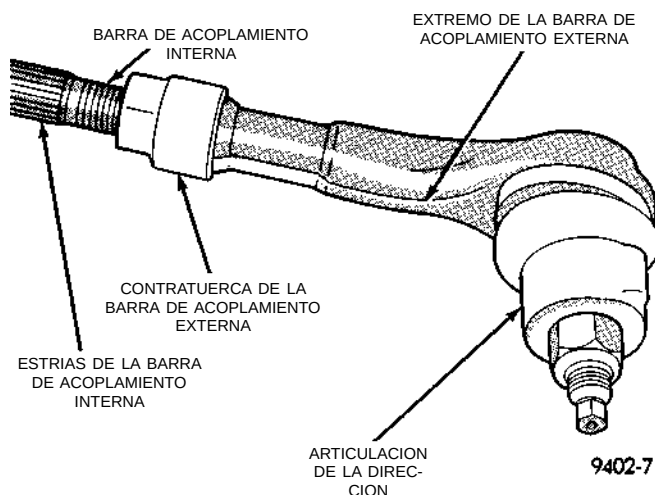
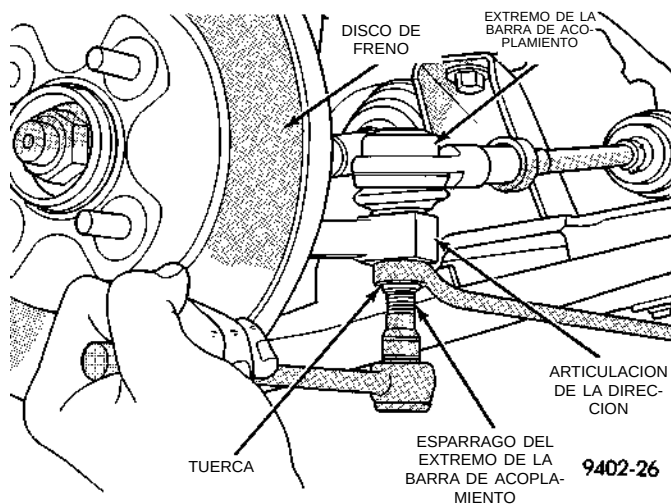
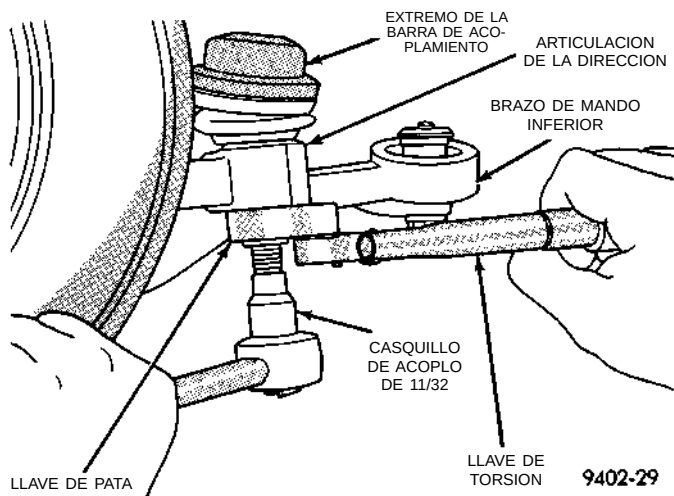

Fig. 19 Barra de acoplamiento externa
Fig. 20 Desmontaje/instalación de la tuerca del extremo de la barra de acoplamiento
Fig. 22 Torsión de la tuerca de fijación del extremo de la barra de acoplamiento
(1) Afloje la contratuerca de la barra de acoplamiento externa a la barra de acoplamiento interna (Fig. 19).
(2) Retire la tuerca que fija el extremo de barra de acoplamiento externa a la articulación de la dirección (Fig. 20). **La tuerca debe retirarse de los extremos de la barra de acoplamiento con el siguiente procedimiento. Sostenga el espárrago del extremo de la barra de acoplamiento con un casquillo de acoplo de 11/32, mientras con una llave afloja y retira la tuerca.**
- (1) Instale la barra de acoplamiento externa en la barra de acoplamiento interna. **Asegúrese de que la contratuerca esté en la barra de acoplamiento interna (Fig. 19).**
- (2) No ajuste la contratuerca.
- (3) Instale el extremo de la barra de acoplamiento en la articulación de la dirección. Introduzca en el espárrago del extremo de la barra de acoplamiento la tuerca de fijación de dicho extremo a la articulación de la dirección. Mientras sostiene fijo el espárrago del extremo de la barra de acoplamiento, apriete la tuerca de fijación del extremo de barra de acoplamiento a la articulación de la dirección (Fig. 20). Después con una llave de pata y un casquillo de acoplo de 11/32 (Fig. 22), apriete la tuerca de fijación del extremo de barra de acoplamiento con una torsión de 61 N·m (45 libras pie).
- (4) Ajuste el reglaje de oblicuidad de ruedas delanteras del vehículo. Para informarse sobre el procedimiento apropiado, consulte Procedimiento de reglaje de oblicuidad en Procedimientos de servicio de la suspensión delantera, en este grupo del manual de servicio. Para informase sobre la especificación de oblicuidad delantera deseada, consulte la Sección de especificaciones al final de este grupo.
- (5) Apriete la contratuerca de la barra de acoplamiento (Fig. 19) con una torsión de 55 N·m (40 libras pie).
- (6) Ajuste las fundas fuelles del mecanismo de dirección a la barra de acoplamiento interna si llegaron a torcerse al efectuar el ajuste de oblicuidad.